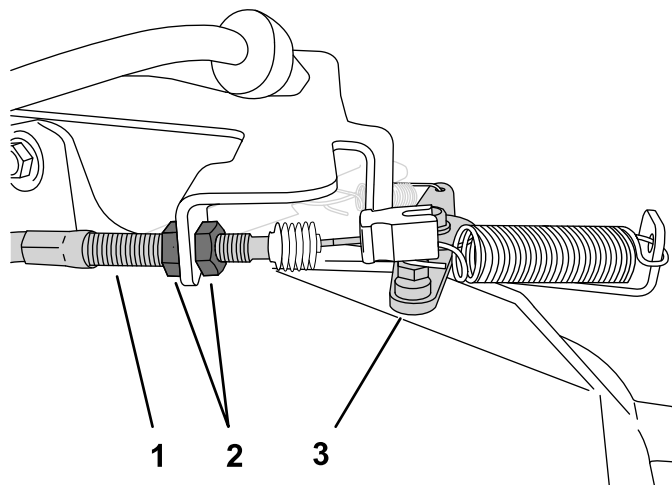

Figura 13
- A. Per aumentare il minimo inferiore, in corrispondenza dell'alloggiamento dei cavi dell'acceleratore, allentate il controdado anteriore e serrate il controdado posteriore (Figura 13).